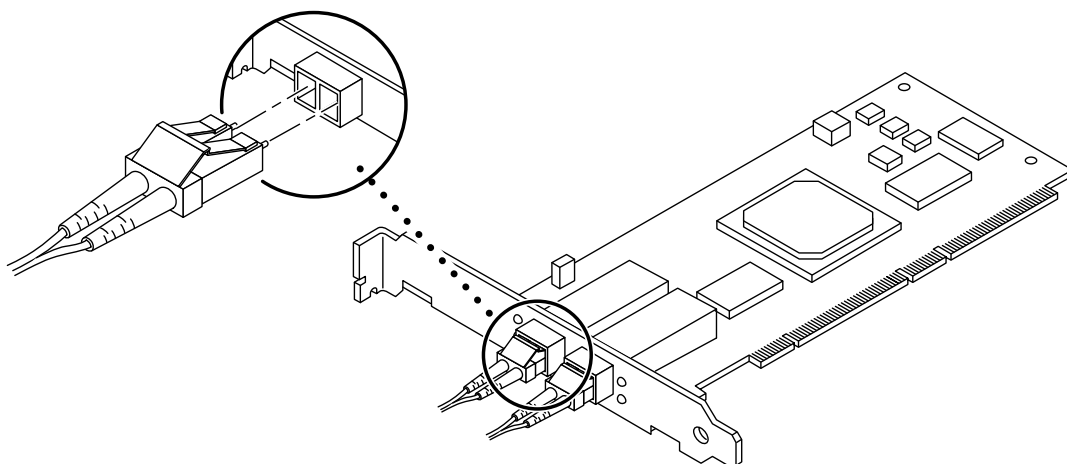

図 1-4 光ファイバケーブルの OT コネクタへの接続
5. 光ファイバケーブルコネクタを OT コネクタに差し込み、カチッと音がするまで押します (図 1-4)。
**注意** – この光ファイバケーブルには、はめ込み式のコネクタが付いています。図 1-4 のように、OT コネクタだけに差し込めるようになっています。